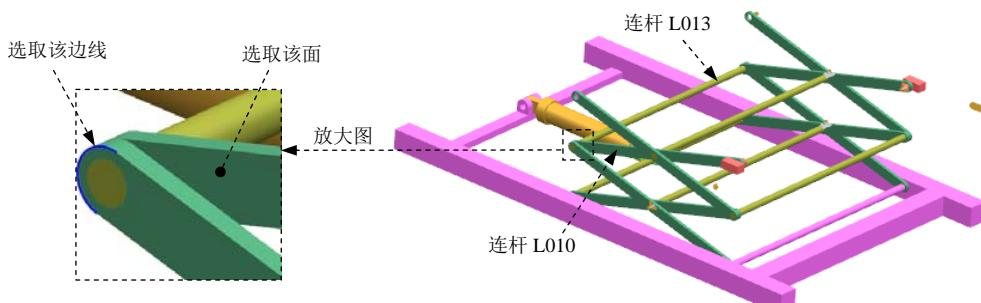

图 10.5.27 定义旋转副 (十三)
(1) 定义运动副类型。在“运动副”对话框**定义**选项卡的**类型**下拉列表中选择 **旋转副**选项。
(2) 选择连杆。选取图 10.5.27 所示的连杆 L010。
(3) 定义原点及矢量。在“运动副”对话框的指定原点下拉列表中选取“圆弧中心”选项，在模型中选取图 10.5.27 所示的圆弧为定位原点参照；选取图 10.5.27 所示的面作为矢量参考面。
(4) 添加啮合连杆。在“运动副”对话框的**基本**区域中选中啮合连杆复选框，单击**选择连杆 (0)**，选取图 10.5.27 所示的连杆 L013。
(5) 定义啮合连杆原点及矢量。在“运动副”对话框**基本**区域的指定原点下拉列表中选取“圆弧中心”选项，在模型中选取图 10.5.27 所示的圆弧为定位原点参照；选取图 10.5.27 所示的面作为矢量参考面。
(6) 单击**应用**按钮，完成第十九个运动副的添加。